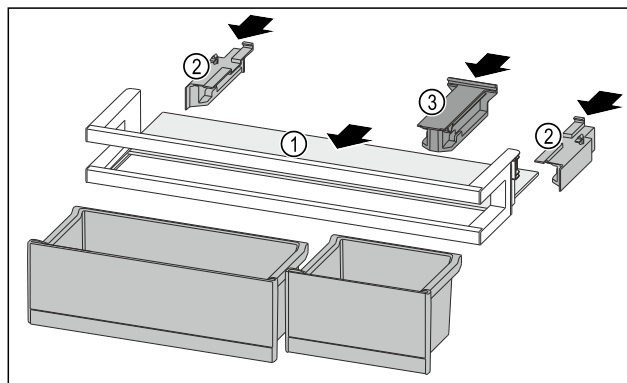

Fig. 149
- Insérer la tablette de rangement Fig. 149 (1) dans les évidements latéraux.
- Installer les parties latérales Fig. 149 (2).
- Installer la pièce de retenue Fig. 149 (3).